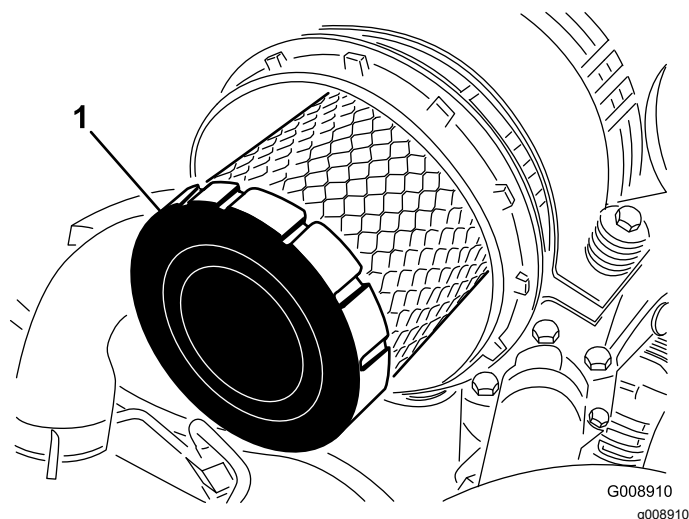

Figure 91
4. Déposez le préfiltre (Figure 91).